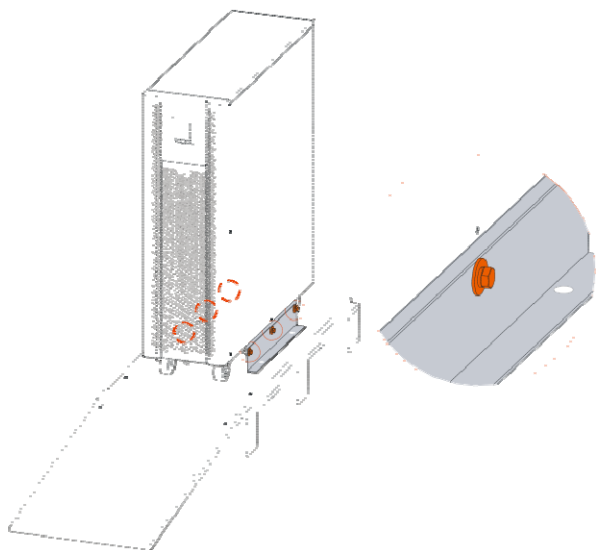

Рис. 3-5 Расположение болтов
Step 7 С помощью гаечного ключа открутите болты, крепящие металлические кронштейны к ИБП, расположение болтов показано на Рис. 3-5. Затем снимите металлические кронштейны.